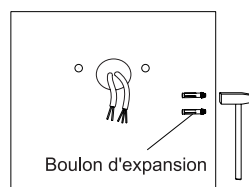

Figure 15
Étape 2 : Enfoncer les boulons d'expansion dans le mur. (Fig. 15)